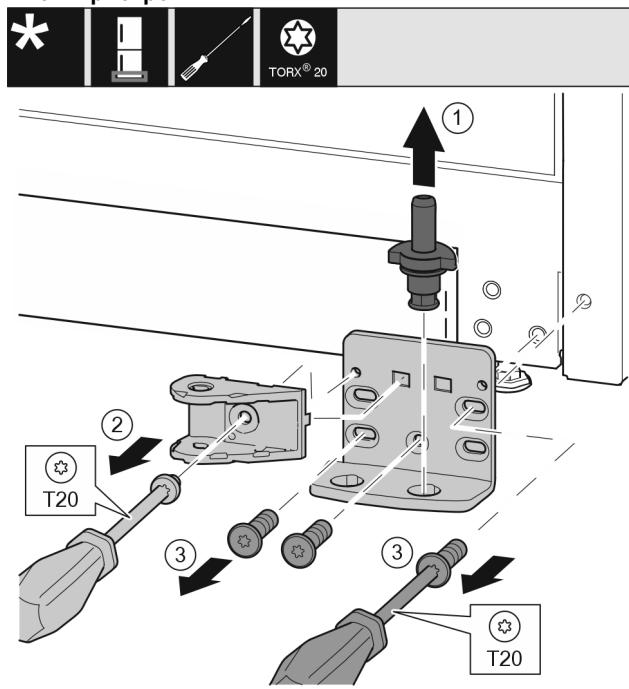

Fig. 34 *
- Опорний гвинт цілком витягніть рухом вгору. Fig. 34 (1)*
- Викрутіть гвинт за допомогою викрутки T20 та зніміть з'єднувальний елемент демпфера. Fig. 34 (2)*
- Викрутіть гвинти за допомогою викрутки T20 та зніміть опорний кронштейн. Fig. 34 (3)*